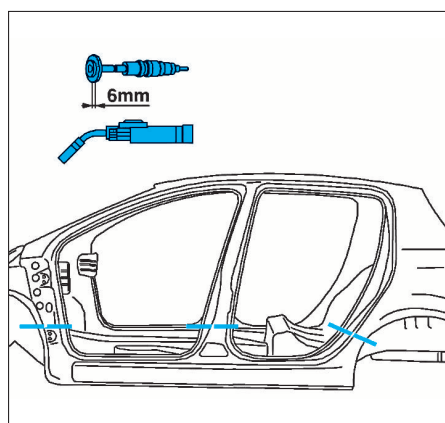

FIG. 83
- Procéder au soudage (Fig.83 à 85) au MIG ou avec une pointeuse électrique puis meuler.